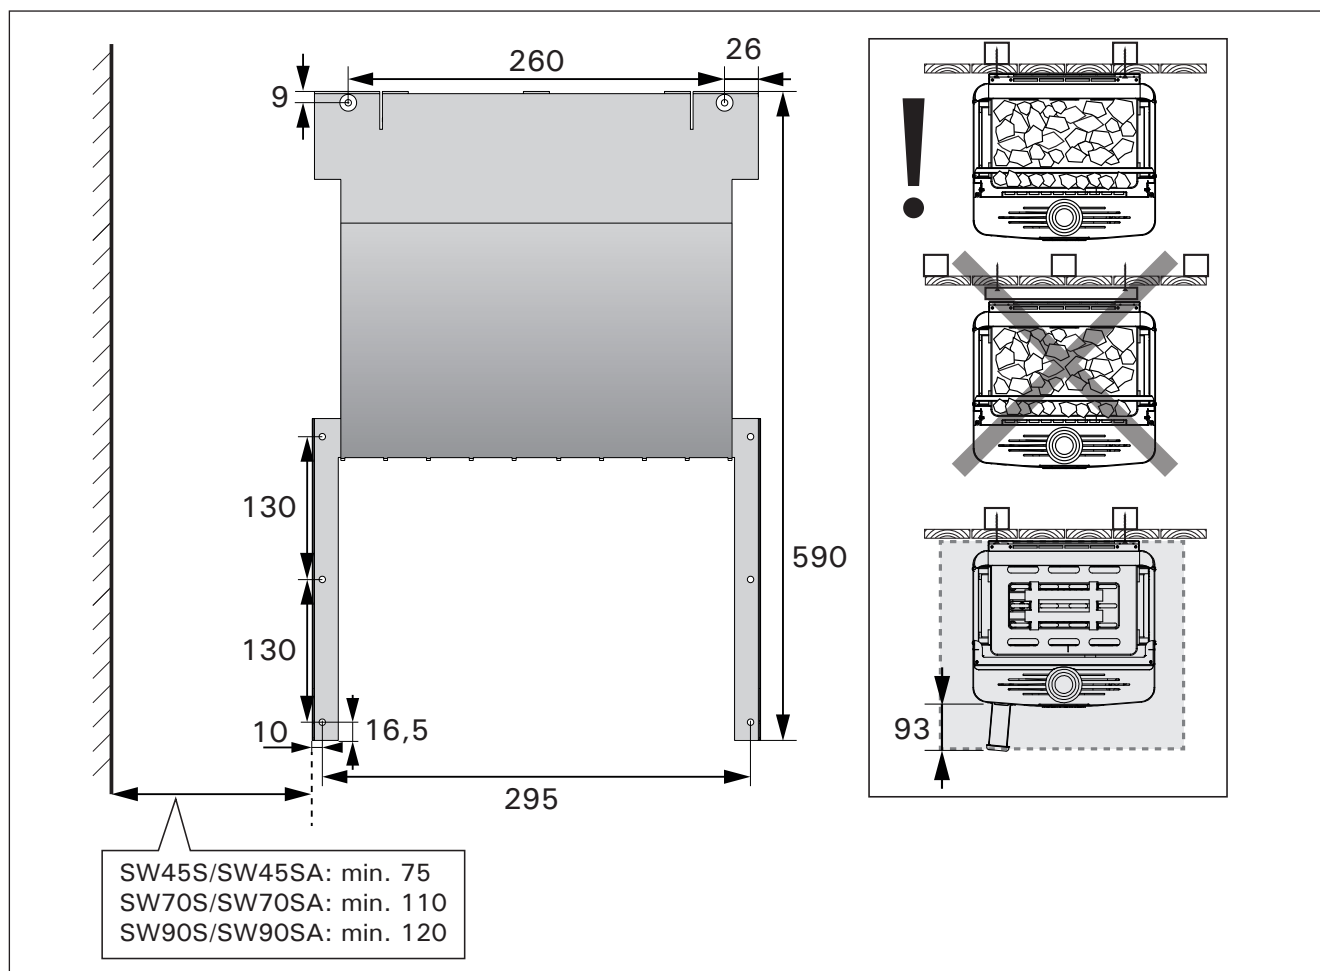
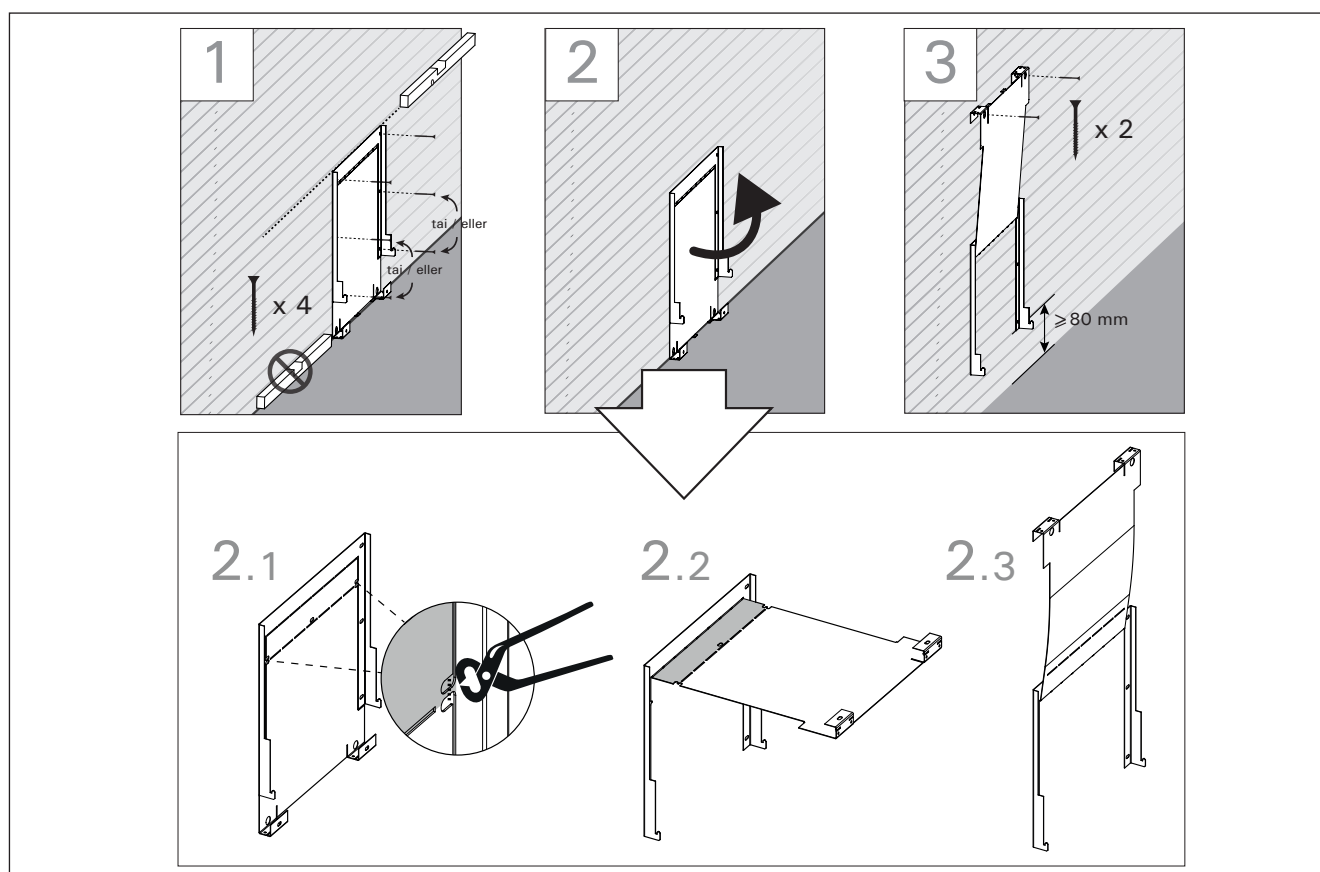

Рисунок 7. Установка крепёжной рамы (все размеры приведены в миллиметрах)
Рисунок 8.
2. Закрепите настенный кронштейн к стене в горизонтальном положении при помощи подходящих крепежных материалов. Убедитесь, что каменка держится не только на обшивочной доске (рисунок 7). При установке учитывайте наклон пола (рисунок 8). Настенный кронштейн устанавливается автоматически на безопасную высоту не менее 80 миллиметров.